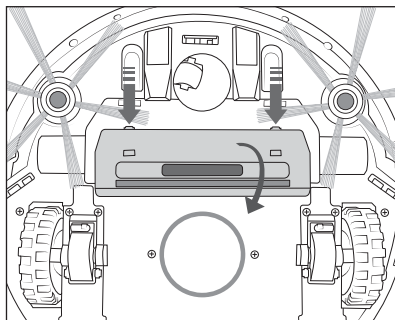

Fig. 12
- 1) Tryk på de to aktiveringsknapper for at løsne afdækningen **20** til sugeåbningen **19**, og tag den af produktet (se fig. 12).